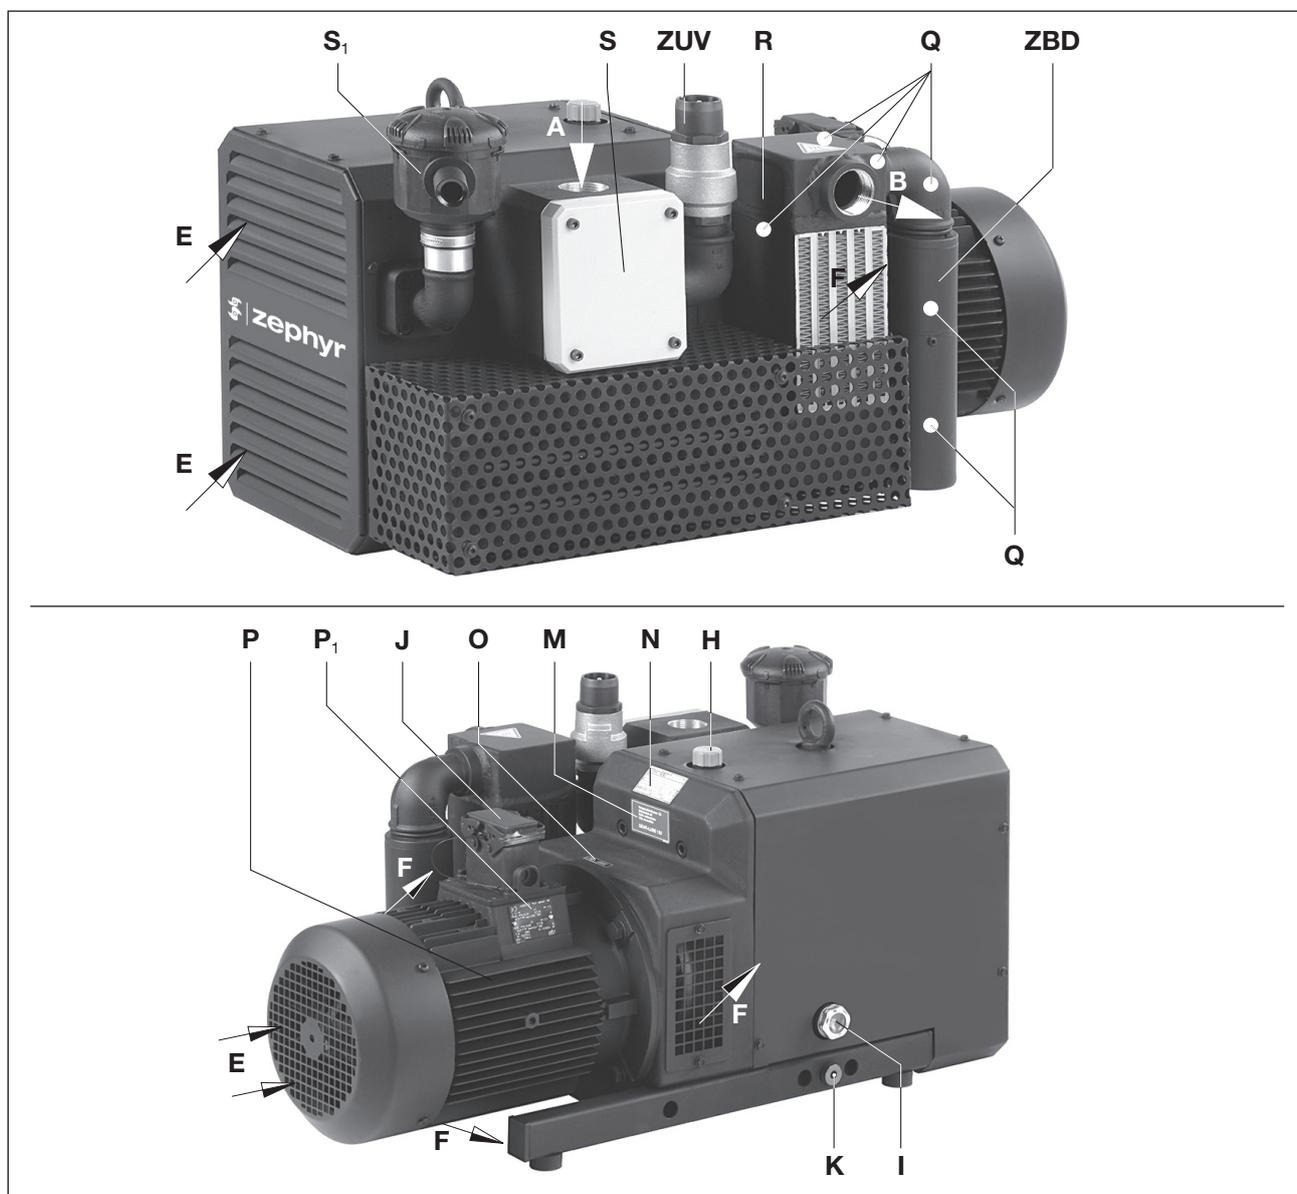

Fig. 2 Bomba de vácuo e pressão C-KLR 80
A ZEPHYR C-KLR é encapsulada por uma capa de redução. Para retirar o calor de compressão, o ar de refrigeração será aspirado com ajuda de um ventilador de tambor que aspira o ar fresco de refrigeração (Fig. 2/E) e sopra para fora o ar aquecido na saída de ar de refrigeração (Fig. 2/F) e aspira através do compressor e da capa. O refrigerador posterior de ar comprimido (Fig. 2/R) providencia uma temperatura baixa de ar de sopra. O accionamento da ZEPHYR C-KLR será feito através de um acoplamento (com peça de elastómero) por motores trifásicos normatizados flangeados. Como protecção contra sobrecarga são instaladas em série válvulas de limitação (Fig. 2/ZUV) e (Fig. 2/ZBD).
As bombas de vácuo e pressão com garras ligadas em movimentos sem contacto C-KLR 80 e C-KLR 140 são adequadas para a geração simultânea de pressão e vácuo. Operação permanente é permitida. O fluxo de volume nominal é de 80 e 140 m³/h em 50 Hz. Os limites de carga no lado de aspiração e pressão (bar) são indicados na placa de tipo (Fig. 2/N). Dependendo do fluxo de volume das sobre pressões indica a Folha de Dados D 883.
Ponto de enchimento de óleo (Fig. 2/H), visores de nível de óleo (Fig. 2/I) e pontos de escoamento de óleo (Fig. 2/K) devem ser de fácil acesso.
As entradas de ar de refrigeração (Fig. 2/E) e as saídas de ar de refrigeração (Fig. 2/F) devem ter uma distância mínima de 20 cm para as paredes vizinhas. Ar de refrigeração saindo não pode ser novamente aspirado. Para trabalhos de manutenção deve ser prevista na frente dos filtros de aspiração (Fig. 2/S, 2/S1) uma distância mínima de 40 cm.
- a) Conexão de vácuo em (Fig. 2/A) e conexão de pressão em (Fig. 2/B).
Como protecção contra sobrecarga são instaladas em série válvulas de limitação (Fig. 2/ZUV) e (Fig. 2/ZBD).
- a) O óleo de lubrificação (tipos adequados vide „Manutenção“) para as rodas dentadas e mancais encher no ponto de enchimento de óleo (Fig. 2H) até o centro dos visores de nível (Fig. 2/I).
- a) Os dados do motor eléctrico constam na Placa de Dados (Fig. 2/N) e/ou na Placa de Dados do motor (Fig. 2/P1). Os motores estão em concordância com a DIN EN 60034 e são executados em sua classe de protecção IP55 e a classe de isolamento F. O respectivo esquema de conexão encontra-se na caixa de conexão do motor (suspensão na versão com conexão de ficha). Os dados do motor devem ser comparados com os dados da rede eléctrica existente (tipo de corrente, tensão, frequência de rede, força de corrente permitida).
- b) Conectar o motor através de uma conexão de ficha (Fig. 2/J) e/ou um disjuntor de protecção do motor (para a protecção deve ser previsto um disjuntor de protecção do motor e para absorção de tracção do cabo de conexão uma prensa cabo).
Em estado operacionalmente quente as temperaturas de superfície nos componentes (Fig. 2/Q) podem estar acima de 70 °C.
- ▷ A direcção de rotação prevista do eixo de accionamento é marcada através da seta de direcção da rotação (Fig. 2/O) sobre o flange do motor.